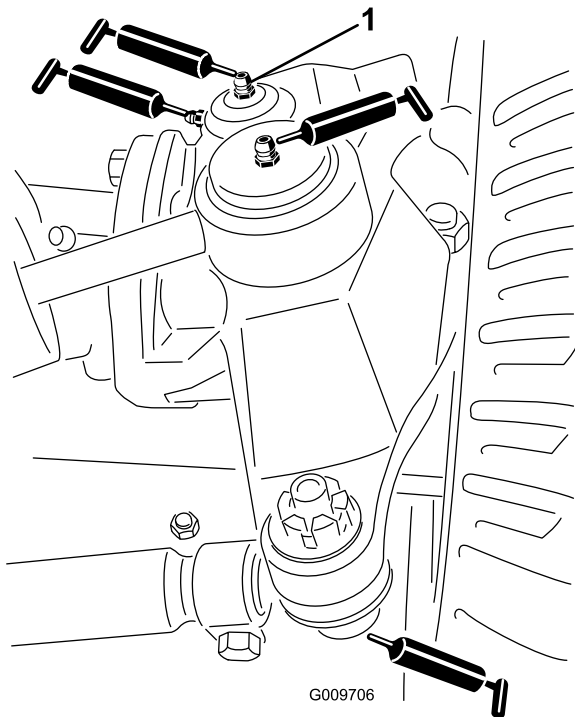

Figura 81
- Giunti sferici (2) del cilindro di sterzo (**Figura 81**)
- Giunti sferici (2) del tirante (**Figura 81**)
- Boccole (2) del perno del fuso a snodo (**Figura 81**). **Il raccordo superiore sul perno del fuso a snodo richiede soltanto una lubrificazione annuale (2 pompate).**